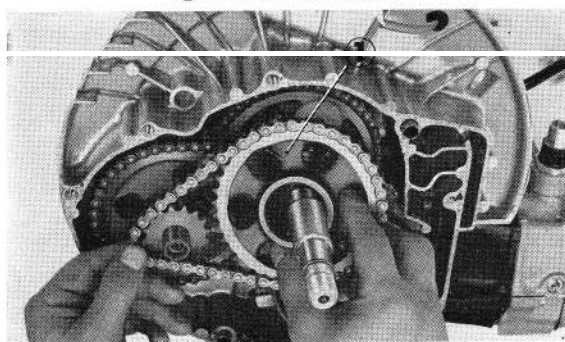

Figure 2-36 : ① pignon entraîné terminal
5. Déposer le pignon entraîné terminal (figure 2-36).